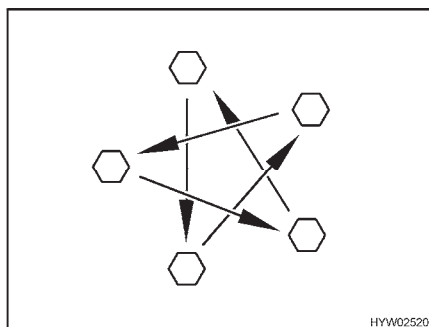

Bild 186 Radmuttern oder Radschrauben über Kreuz anziehen
- Radmuttern oder Radschrauben regelmäßig auf festen Sitz prüfen. Radmuttern oder Radschrauben eines ausgewechselten Rades nach 50 km über Kreuz nachziehen (Bild 186).